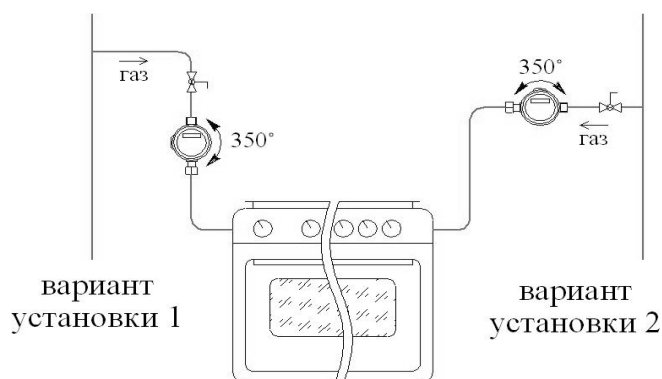

Рисунок 2
5.4.1 Установить счетчик на вертикальном или горизонтальном участке газопровода (рисунок 2). Направление стрелки на корпусе счетчика должно совпадать с направлением потока газа в газопроводе. Допускается установка счетчика в любом удобном для потребителя положении, не противоречащем правилам установки и монтажа газового оборудования. Наличие прямых участков до и после счетчика не требуется.